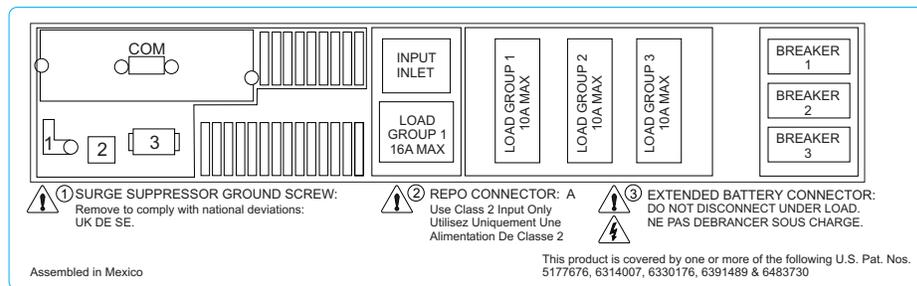

図 7. 背面パネル構成ラベル
- 背面パネル構成。図 7 を参照してください。これは、SAN ボリューム・コントローラーの電源装置のカバーに貼ってあります。